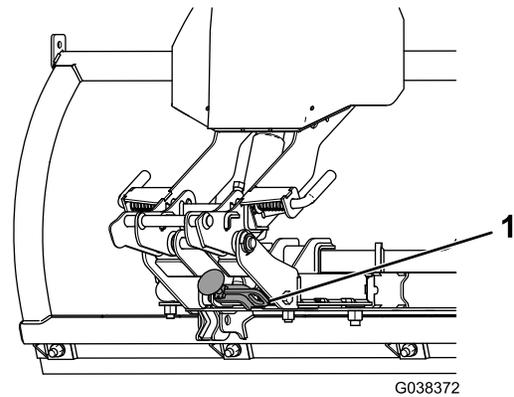

Figura 12
1. Tire hacia afuera del mango del soporte y rótelolo para bajar el soporte (Figura 12).